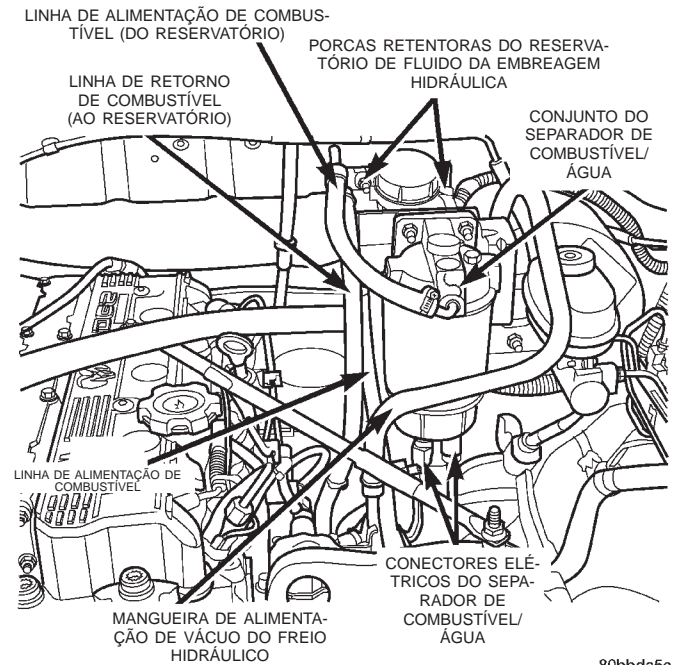

Fig. 27 Orientação e Posição do Separador Água/Combustível
(16) Instale as 2 porcas retentoras do cano de entrada do sistema do escapamento. Aperte as porcas com um torque de 36 N·m (27 pés-lb.).
(17) Instale o conjunto da árvore de transmissão no veículo. Instale as 4 porcas retentoras do rolamento central e aperte-as com um torque de 61 N·m (45 pés-lb.).
(18) Remova a fita adesiva e posicione a junta universal traseira no flange que acompanha o eixo traseiro. Instale as braçadeiras da junta universal e aperte os parafusos de retenção com um torque de 27 N·m (20 pés-lb.).
(19) Abaixar o veículo do elevador.
(20) Instale o fio terra da carcaça que chega do cabo negativo da bateria.
(21) Instale o fio de alimentação de 12 Volts que chega do cabo positivo da bateria. Aperte a porca com um torque de 12 N·m (105 pol.-lb.).
(22) Conecte todas as fiações restantes que chegam do conjunto do motor na posição original.
(23) Instale a mangueira inferior do radiador no conjunto do motor.
(24) Instale na bomba de direção hidráulica a mangueira de alimentação do fluido da direção hidráulica.
(25) Instale na bomba de direção hidráulica a mangueira de pressão do fluido da direção hidráulica. Aperte a porca com um torque de 28 N·m (21 pés-lb.).
(26) Conecte ao conjunto do motor a mangueira de alimentação de vácuo do freio hidráulico (Fig. 27).
(27) Instale o separador de combustível/água e o suporte de montagem.
(28) Instale o reservatório de fluido da embreagem (Fig. 27). Aperte as porcas com um torque de 12 N·m (105 pol.-lb.).
(29) Instale e fixe as linhas de combustível (Fig. 27) nas posições originais.
(30) Ligue os conectores elétricos na parte inferior do separador de combustível/água (Fig. 27).
(31) Conecte as mangueiras de alimentação do líquido de arrefecimento do núcleo do aquecedor ao conjunto do motor.
(32) Instale o defletor de ar na ventoinha de esfriamento.
(33) Instale o radiador e o intercooler como um conjunto.